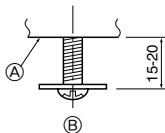

Fig. 5-5
5.4.1. Подготовка (Fig. 5-5)
- Установите два входящих в комплект винта с прокладками ② в главный прибор (в области угловой дренажной трубы и в противоположном углу), как показано на диаграмме.